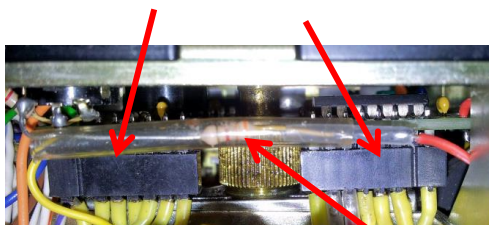

Figura 2
- Enchufe con cuidado las dos conexiones de cabezales de pin de nuevo a la nueva placa de la pantalla (véase la figura 2).